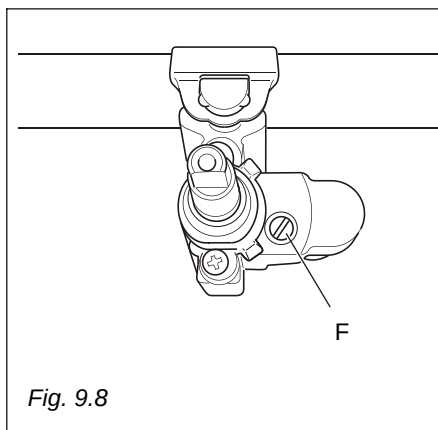

Fig. 9.8
- Togliere la manopola ed agire sulla vite F (fig. 9.8) fino ad ottenere la fiamma desiderata.